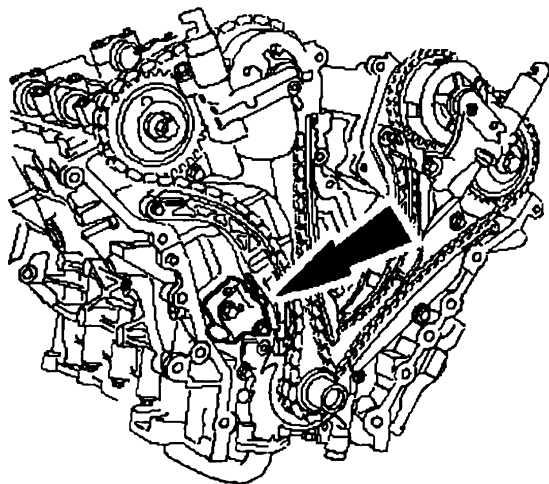

图 11-38 拔出插入的张紧器柱塞固定工具
27) 如图 11-38 所示, 拔出插入的张紧器柱塞固定工具。释放张紧器张力。